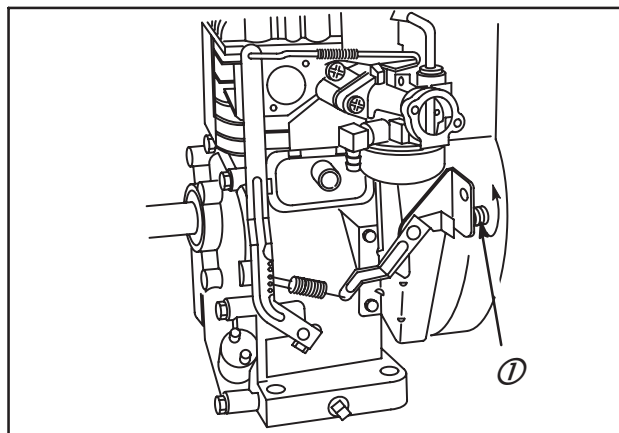

Fig. 28
Tourner la vis de réglage de la vitesse (1) en sens horaire pour augmenter la vitesse, ou anti-horaire pour la diminuer, Fig. 28.